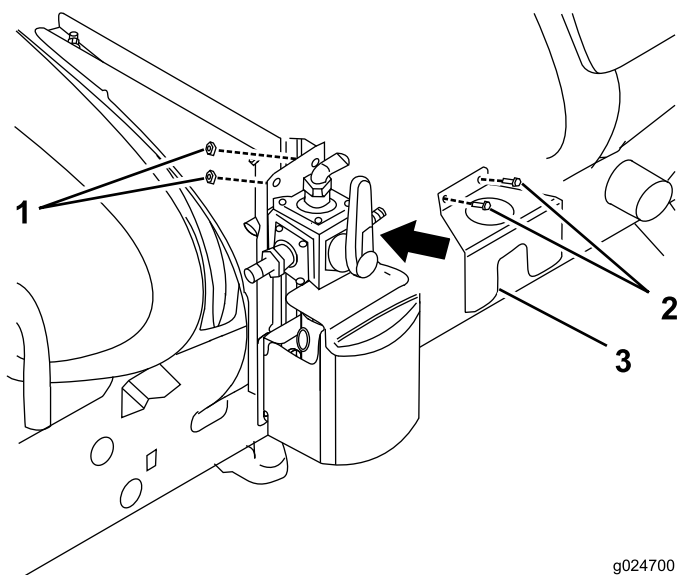

Figure 27
4. Montez le support de frontal sur le support de vanne (Figure 27) au moyen de 2 boulons à embase (5/16 x 1 po) et 2 contre-écrous à embase (5/16 po).